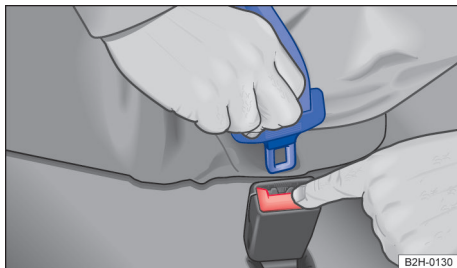

Fig. 30 Soltar a lingueta do cinto de segurança subabdominal do fecho do cinto de segurança
- Pressionar o botão vermelho no fecho do cinto de segurança → Fig. 30. A lingueta do cinto de segurança salta para fora.